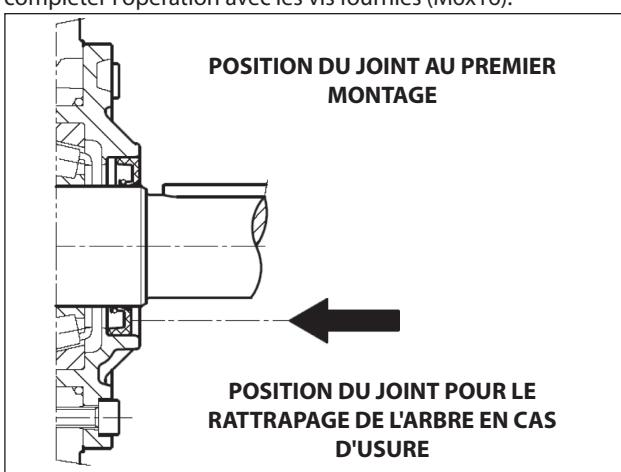

Fig. 7
S'il s'avère nécessaire de remplacer le joint, placer le nouveau en utilisant l'outil approprié (réf. 27904500) comme le montre la Fig. 7.
**Si l'arbre de la pompe présente une usure diamétrale dans la zone de contact avec la lèvre d'étanchéité, afin d'éviter l'opération de rattrapage, il est possible de repositionner le joint en butée avec le couvercle, comme l'indique la Fig. 7.**